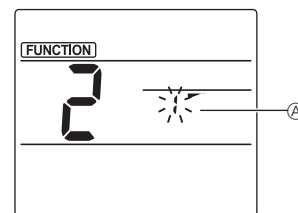

Fig. 2
② Odabiranje broja krilca (Fig. 2)